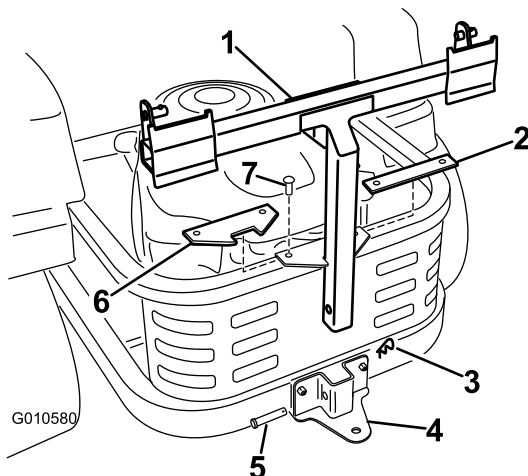

Bild 5
4. Befestigen Sie die neue Winkeldistanzplatte mit den vorher entfernten Befestigungen, wie in Bild 5 dargestellt.
5. Montieren Sie den Rahmen des Heckfangsystems an der Stützhalterung. Befestigen Sie den Rahmen des Heckfangsystems mit einem Lastösenbolzen (1/2 x 2-1/4 Zoll) und einem Splint (Bild 5).